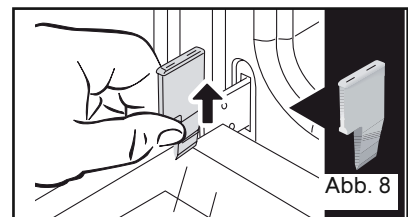

Abb. 8
- Den roten Plastikanschlag entfernen (Abb. 8)